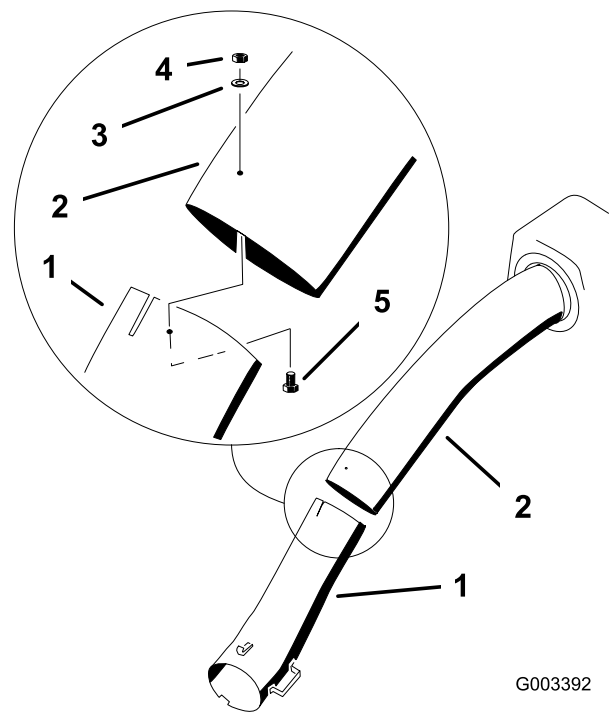

Figure 25
12. Réunissez les tubes supérieur et inférieur avec 3 boulons (n° 10 x 3/4 po), 3 rondelles plates (7/32 po) et 3 contre-écrous (n° 10), comme montré à la Figure 25.